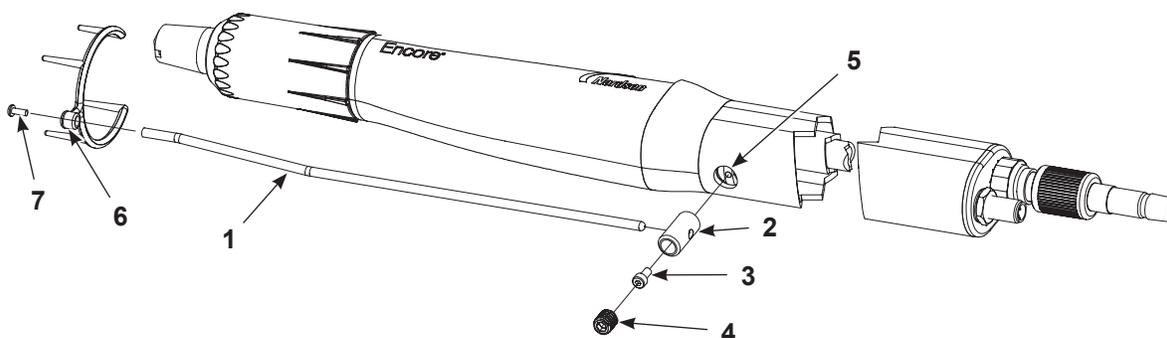

Figura 3-5 Installazione del collettore di ioni - Pistola a spruzzo con montaggio su tubo (per chiarezza, alcuni pezzi non sono illustrati)
NOTA: Il foro di montaggio del collettore di ioni va montato verso il davanti della pistola a spruzzo, come illustrato nella Figura 3-5. Se il collettore di ioni viene montato verso l'estremità posteriore, si deve invertirlo per consentire l'accesso alla piastra di terra nel gruppo del corpo posteriore. Se necessario, eseguire le operazioni da 1 a 7 della procedura di disassemblaggio del montaggio su tubo a pagina 7-2 per rimuovere il tubo, poi girarlo e riassemblare la pistola a spruzzo.
1. Vedi Figura 3-5. Togliere il tappo dal foro di montaggio (5), se pertinente.
2. Fissare lo stelo (2) alla piastra di messa a terra con la vite a brugola (3).
3. Inserire l'asta del collettore (1) nello stelo e fissarla con la vite di arresto con punta di nylon M10 x 10 (4).
4. Applicare la punta multipunto (6) all'asta del collettore con la vite M3 x 8 (7).